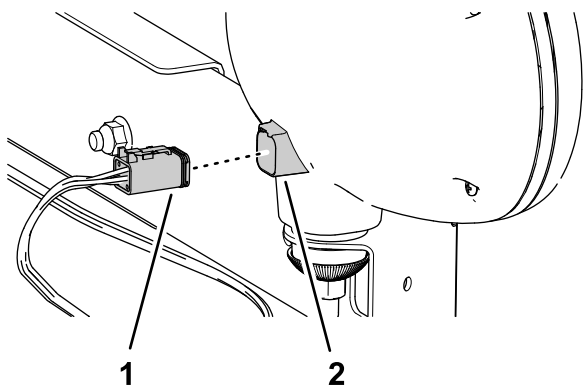

Figura 15
5. Enchufe los conectores hembra de 6 vías marcados RIGHT FRONT TURN/RUNNING LIGHT y el conector hembra de 6 vías (RIGHT FRONT TURN/RUNNING LIGHT en los conectores de 6 pines de los focos de trabajo (Figura 15).